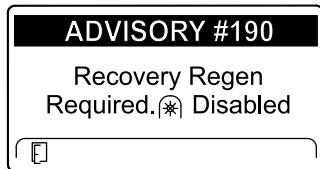

Figura 58
- É necessária uma regeneração de recuperação – tomada de força desativada Aviso N.º 190 (Figura 58)